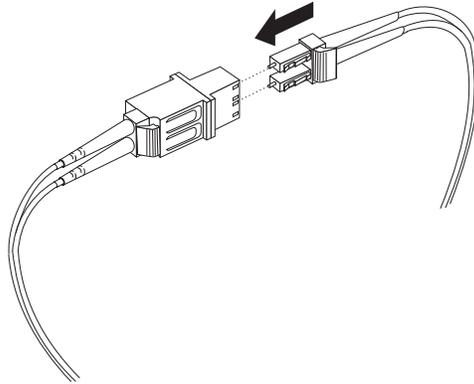

Figura 23. Conectar un cable LC-LC en el adaptador de cable LC-SC
4. Inserte, con cuidado, el otro extremo del cable LC-LC en el extremo de conector LC del adaptador de cable LC-SC, tal como se muestra en la Figura 23 en la página 35. Apriete el conector hasta que encaje en su lugar.